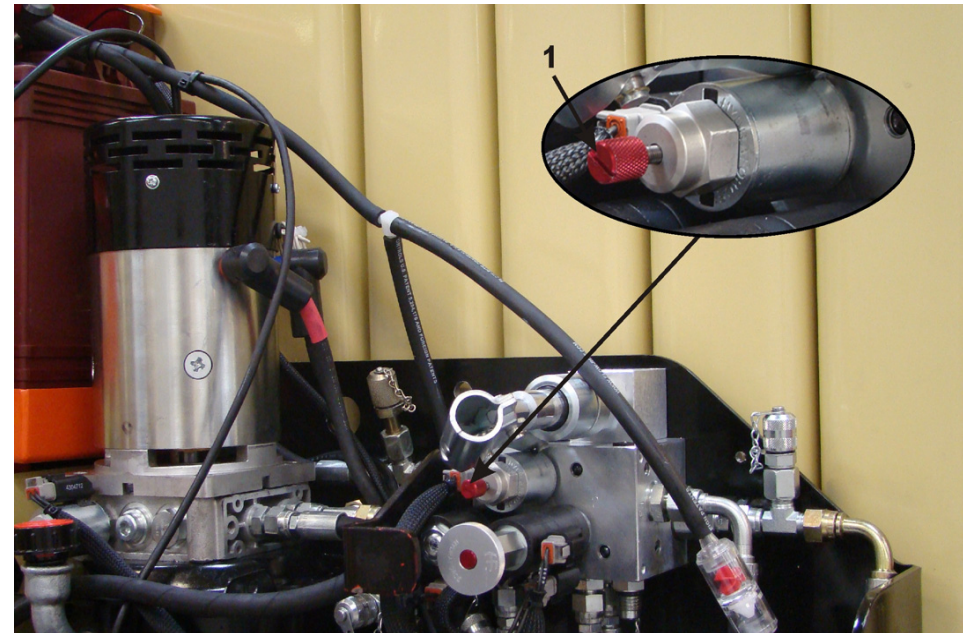

Figure 3-5. Valve de Régulation de Débit
- une **valve de régulation de débit (1)** située sur le groupe hydraulique pour débrayer le moteur d'orientation (Voir Figure 3-5.).